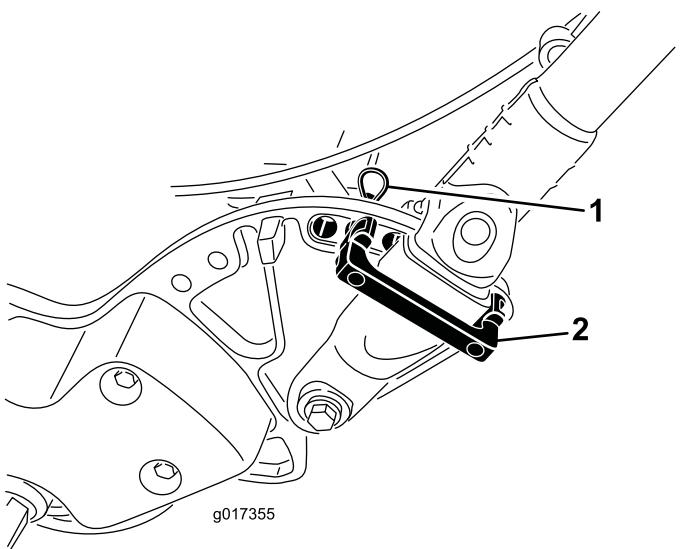

Figura 32
- Togliete la coppiglia a forcina dai fermi della stegola (Figura 32) da ciascun lato della macchina.
- Sostenete la stegola, togliete la coppiglia a forcina da ciascun lato, quindi ruotate la stegola nella posizione operativa desiderata (Figura 32).